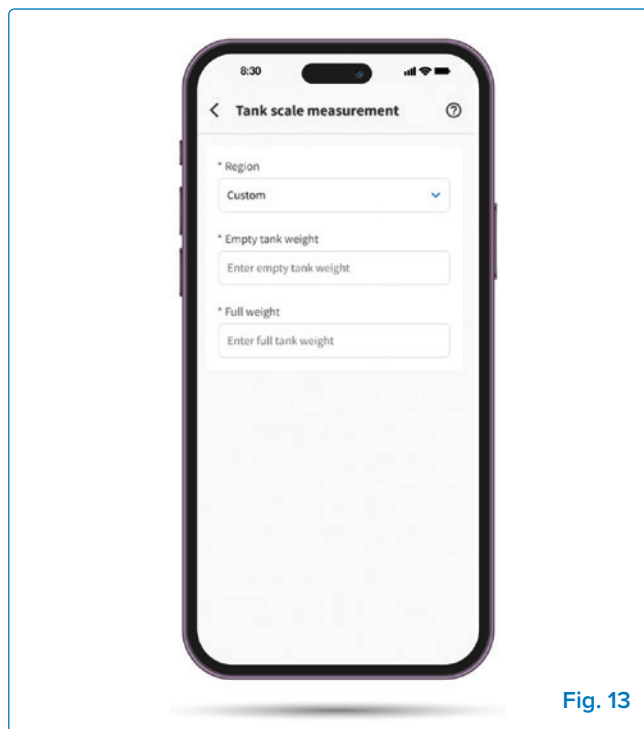

Fig. 13
- » **Brugerdefineret tank (valgfrit):** Indtast vægten af en tom og fuld tank for nøjagtig overvågning (**Fig. 13**).